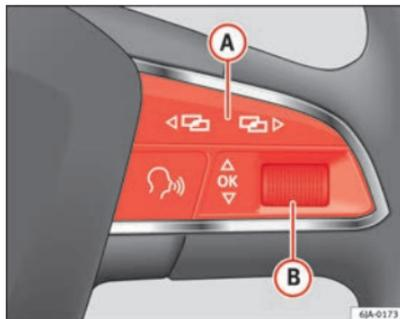

Fig. 37 Volante multifunción: mandos en el volante
- El **Menú principal** se activa pulsando las teclas **A** ⇒ fig. 37 del volante multifunción.